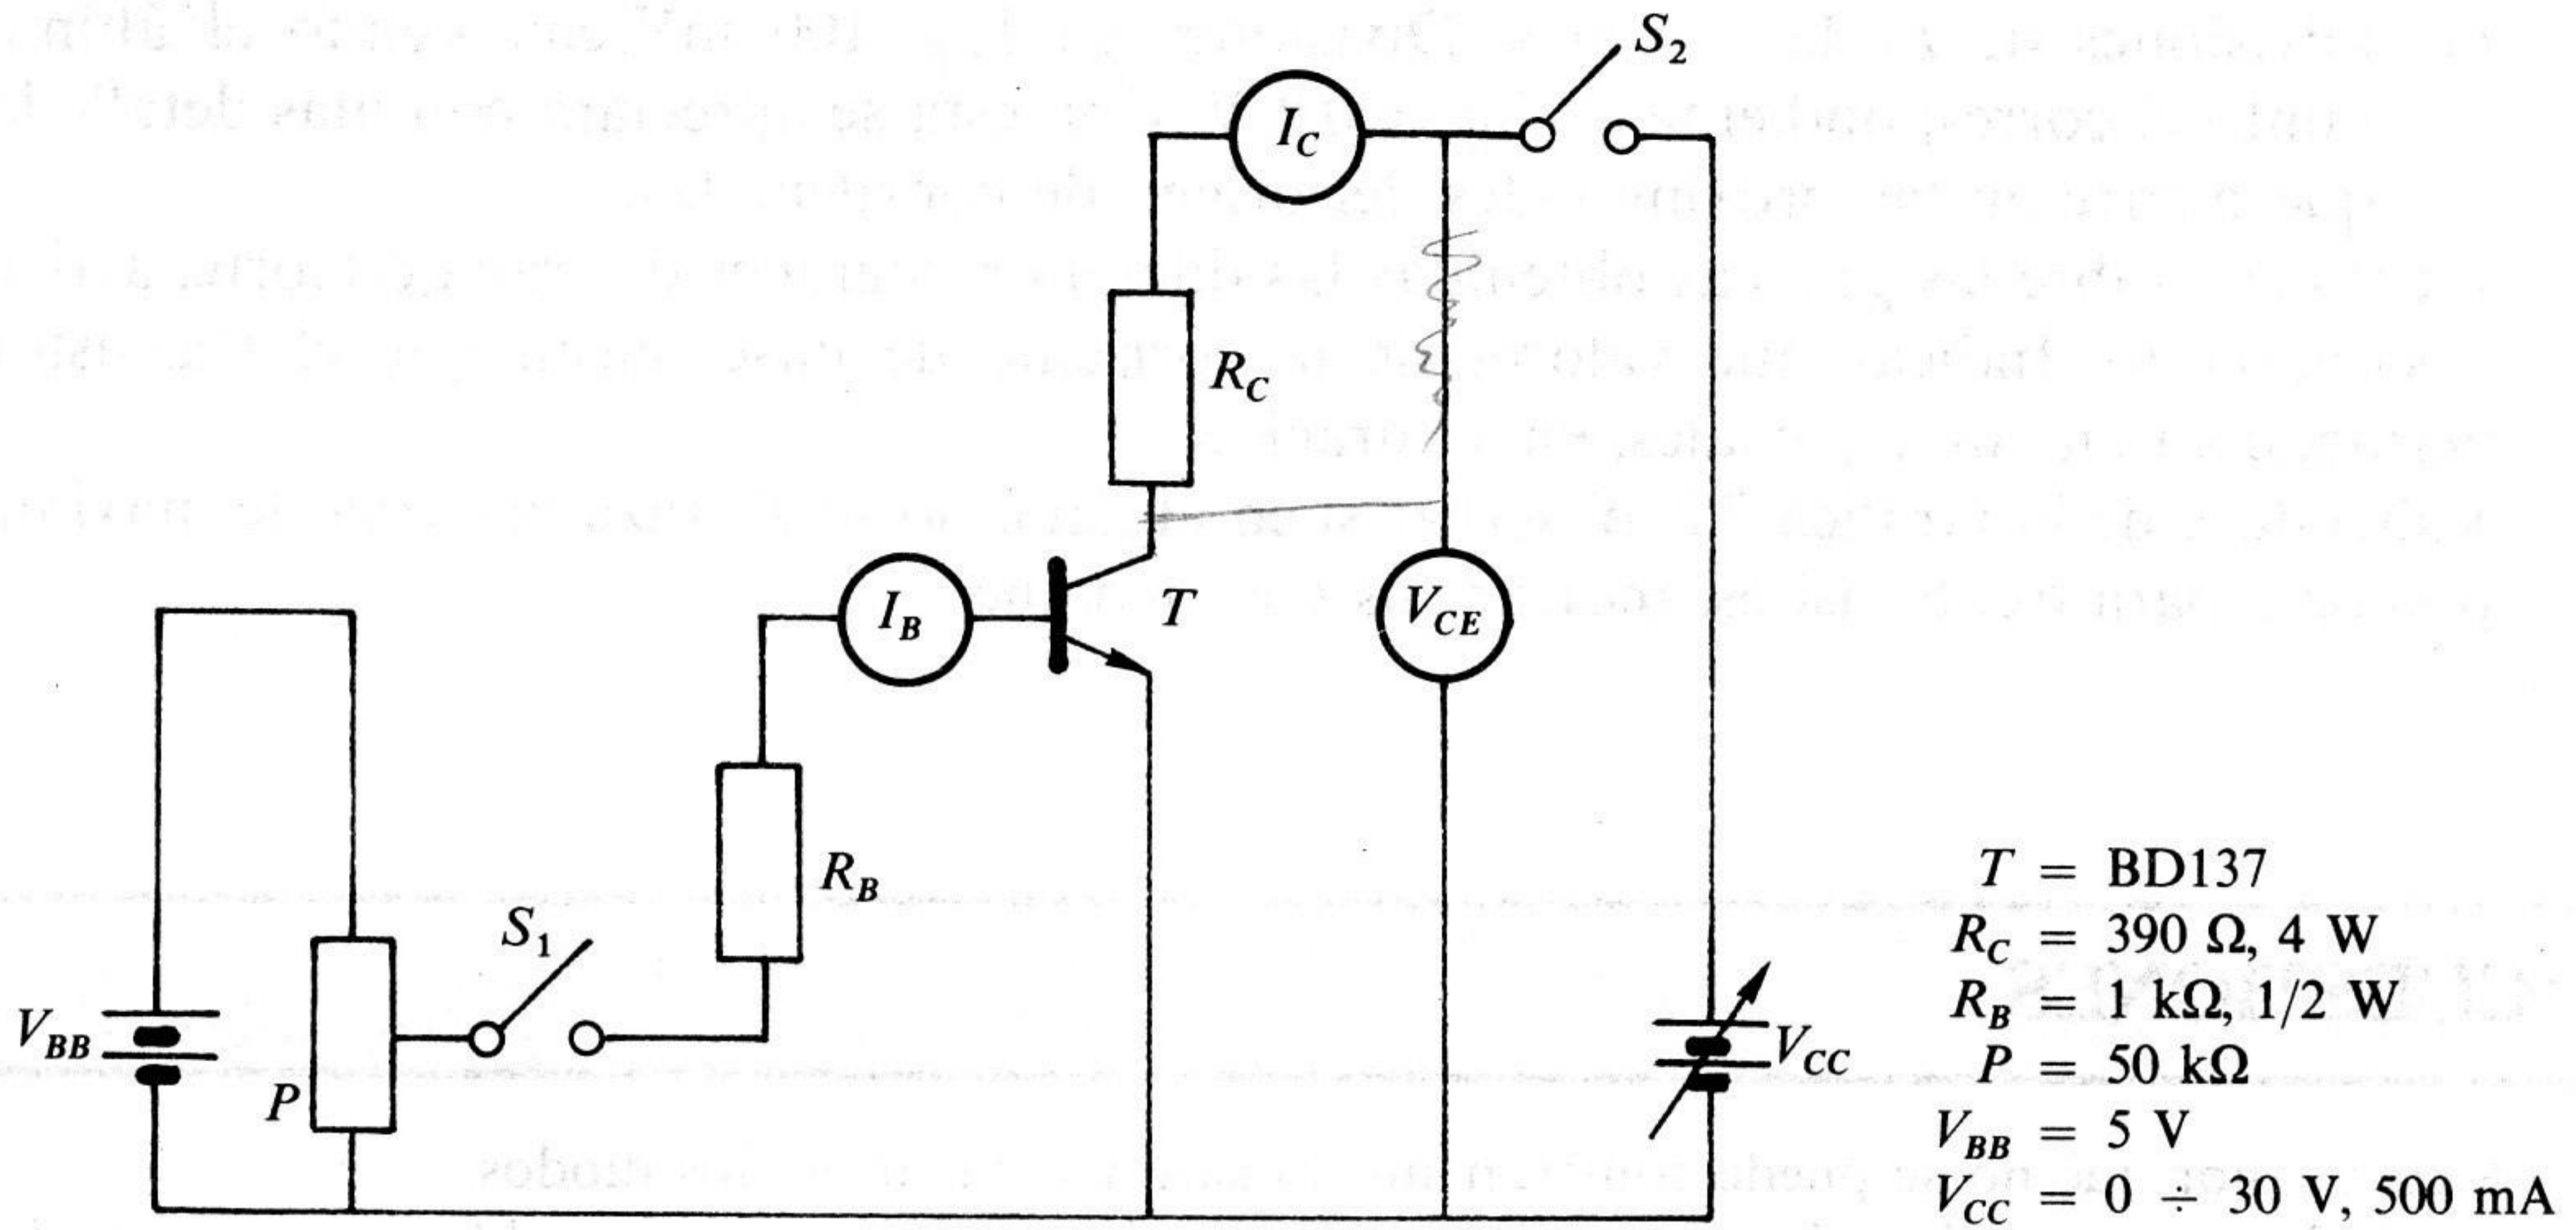

Figura 7.8. Circuito experimental para la obtención de curvas de colector.
2. Conectar el circuito de la Figura 7.8.